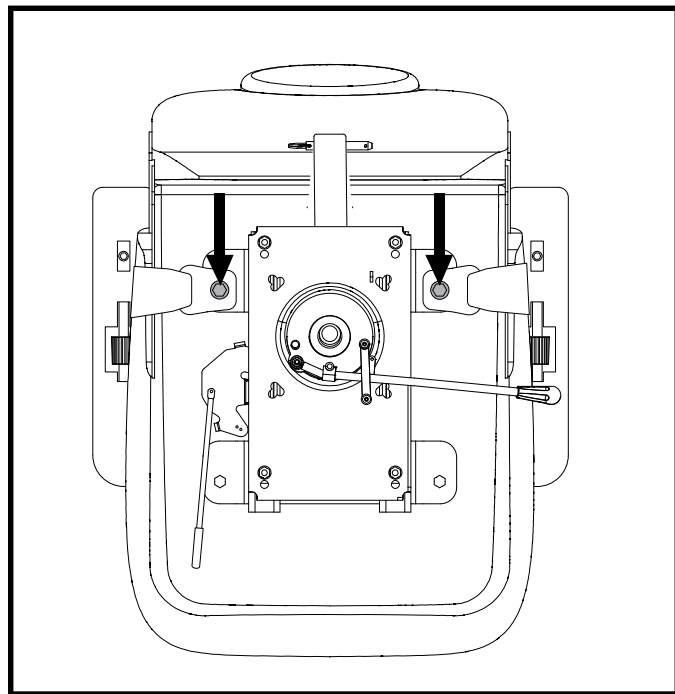

Figura 22. Bulloni per cinture di sicurezza
2. Posizionare la seduta a testa in giù per poter lavorare sulla base della seduta. **Vedere figura 22.**